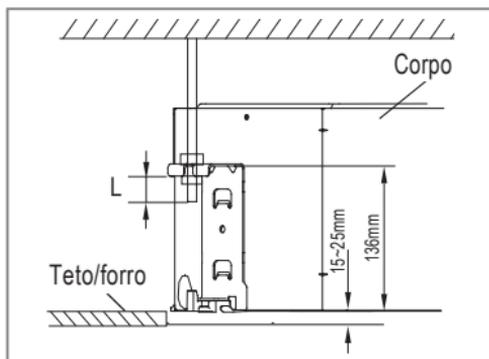

FIG. 14
- Ajuste a posição da unidade para garantir um espaçamento por igual entre o teto e os lados e o teto/forro. A parte inferior da unidade deve ter uma diferença de altura entre 15mm e 25mm (Fig. 14) em relação ao teto.